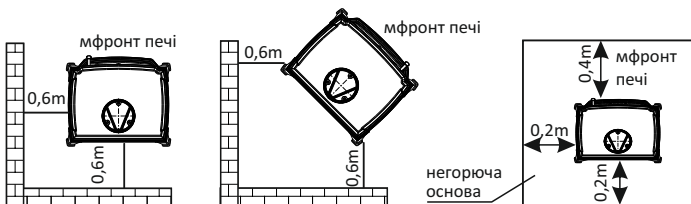

Рис. 2. Безпечні відстані від печі.
- встановити її на негорючій основі, яка розмірами більша за піч мін. на 0,4 м передньої частини печі і мін. 0,2 м, від бокових частин і ззаду печі (див. рис. 2),